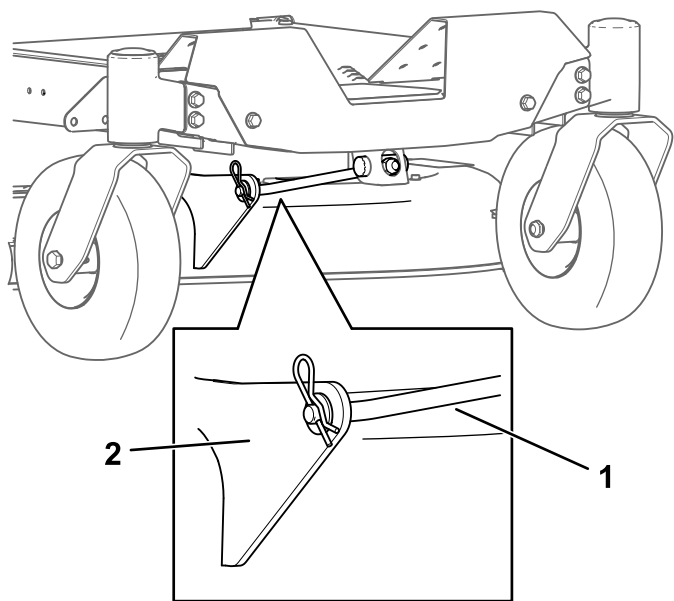

Figura 74
4. Retire la chaveta de la varilla de soporte delantera y retire la varilla del soporte de la carcasa (Figura 74).
8. Conecte la varilla de soporte delantera a la carcasa de corte con el pasador y la chaveta (Figura 74).